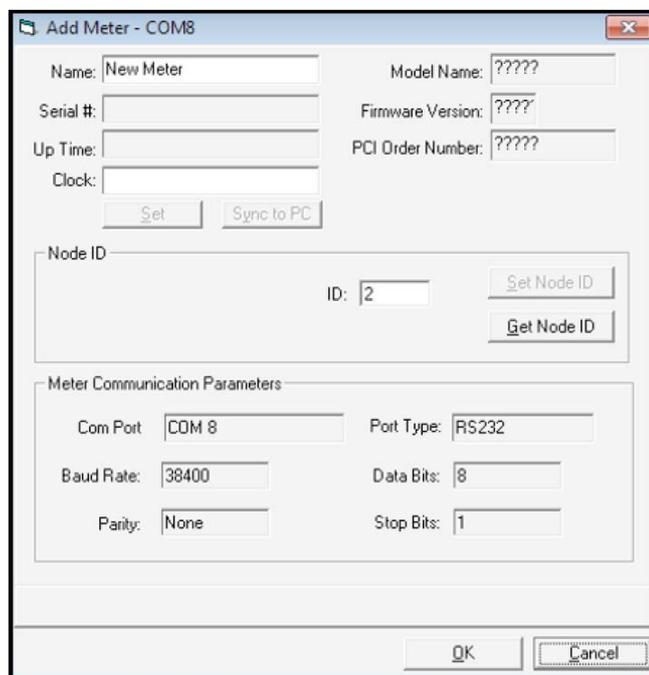

Рис. 5: Добавление имени прибора и серийного номера
- На следующем экране (см. *рис. 5* ниже) введите *Name* (имя) и *Serial Number* (серийный номер) и щелкните кнопку **ОК** для добавления расходомера PT878 как нового прибора (new meter). Программа PanaView автоматически загрузит требуемые системные параметры в свою базу данных. На этом настройка программы PanaView завершена.